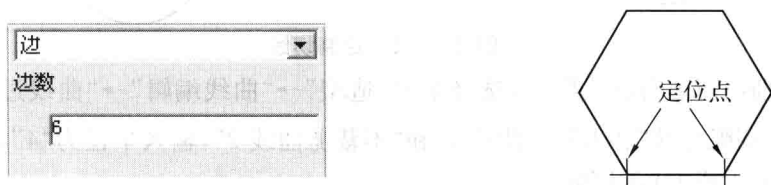

图 2-1-8 输入边数绘制多边形
(1)边_边数方式:边_边数方式是通过立即菜单指定多边形的边数,并指定一边的起点和终点来确定多边形,如图 2-1-8 所示。